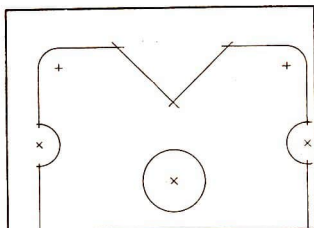

Bild 27 Angerissenes Deckblech ohne Kontrollkörnchen
10. Zeichne auf den Rißlinien (Bild 27) die Kontrollkörner ein!